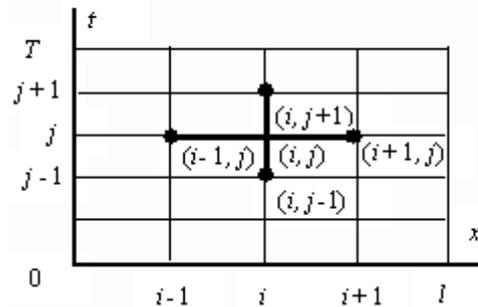

Рисунок 13. . Шаблон для волнового уравнения
Для построения разностной схемы решения задачи (2) - (4) построим в области $\{0 \leq x \leq l, 0 \leq t \leq T\}$ сетку $x_i = i h, i = 0, 1, \dots, n, l = h n, t_j = j t, j = 0, 1, \dots, m, T = t m$ и аппроксимируем уравнение (2) в каждом внутреннем узле сетки на шаблоне “крест” (Рисунок 13).
Аппроксимируем дифференциальную задачу (13) - (14) на шаблоне "крест" (Рисунок 13), в результате получаем неявную трехслойную разностную схему: